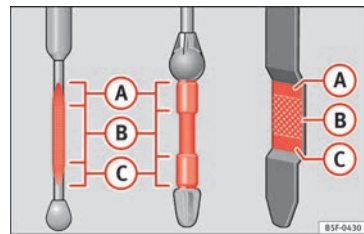

Fig. 175 Jauge d'huile moteur
– Puis retirez-la à nouveau et vérifiez le niveau d'huile » **fig. 175**. Faites l'appoint d'huile moteur si nécessaire.